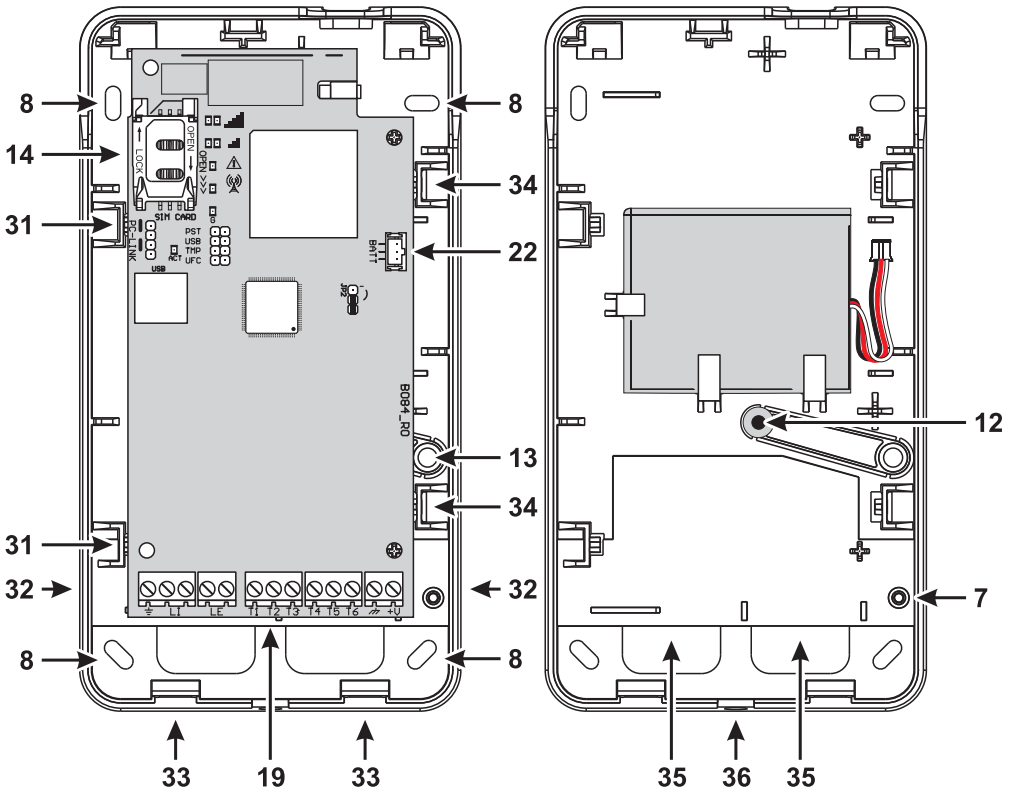

Figure 4 – Installation du transmetteur avec boîtier.
La version avec boîtier doit être fixée au mur avec des vis et des chevilles (non incluses) comme décrit ci-après et illustré dans la figure 4.
4. Montez la batterie comme illustré dans la figure 4.